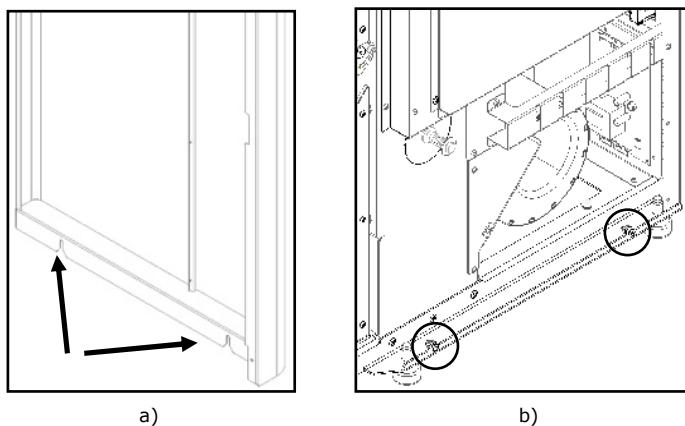

Figura 96 – Encaixe lateral inferior das envolventes
- c) Encaixar os furos inferiores das capas laterais (Figura 96-a) nos guias que se encontram no fundo da máquina (Figura 96-b).